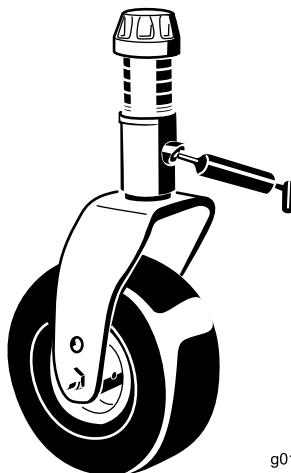

図 19
- キャスタフォークのシャフトのベアリング（4ヶ所）（図 19）